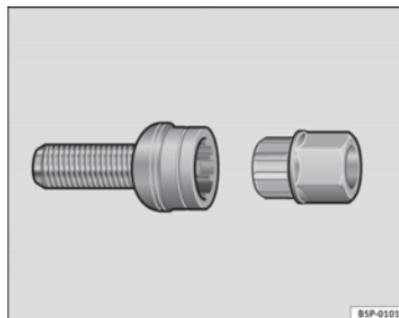

Fig. 183 Tornillo anti-robbo de la rueda
- Coloque el adaptador hasta el tope en el tornillo antirrobo de la rueda ⇒ página 278, fig. 183.